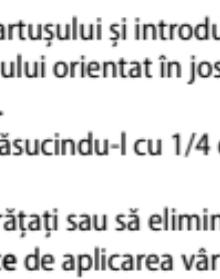

Fig. 3
- e) Pentru fiecare aplicare, fixați un nou vîrf de amestecare pe cartuș/seringă. Împingeți vîrful în jos în întregime, până ce creștătura de pe vîrful de amestecare este aliniată cu cea a carcasei cartușului/seringii. Securizați vîrful de amestecare în poziție ținând de baza colorată, nu de vîrful de amestecare, și răsucindu-l cu 1/4 de cadran în sens orar (Fig. 3). Deoarece MultiCore Flow va polimeriza în vîrful de amestecare, poate servi ca sigiliu pentru conținutul cartușului/seringii până ce îl veți folosi din nou (înlocuiți-l cu un vîrf nou chiar înainte de următoarea utilizare).